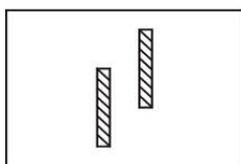
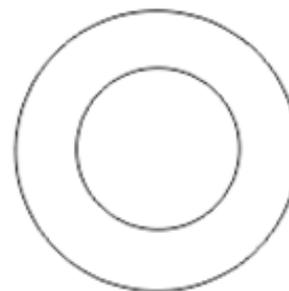

Figura 55
Figura 57
(2) Foria vertical
Gire la perilla de la lente auxiliar ② para configurar el ojo izquierdo en 10ΔI para que las columnas de letras estén completamente separadas. Si el paciente tiene foria vertical, se mostrará como la figura 55. Luego, gire el prisma giratorio hacia el otro ojo, con una escala de 0 horizontal (como se muestra en la figura 57). Gire la perilla de rotación del prisma ⑪ para que no haya diferencia entre el superior y el inferior (ver Fig.56). Luego, la escala del prisma giratorio indica el poder de foria vertical.